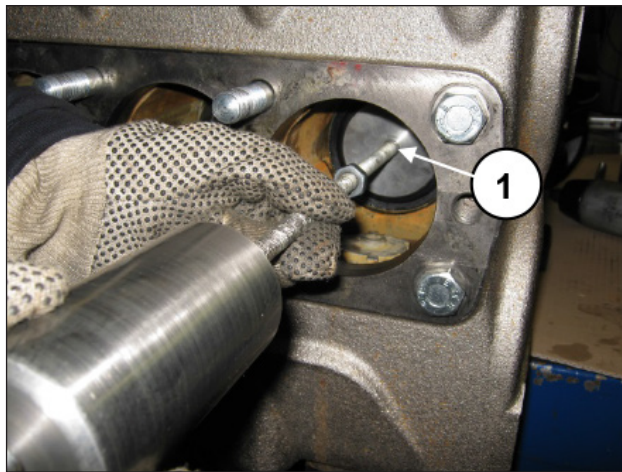

Fig. 127
Au besoin, utiliser le trou taraudé M10 pour extraire la douille de fixation. Joint à l'aide du extracteur à inertie (rep. ①, Fig. 127).